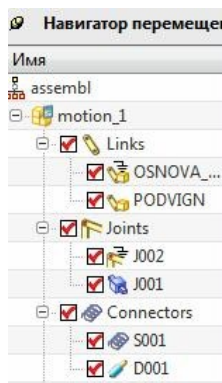

рис.15
- Если в вышеприведенном примере кроме пружины на тот же Ползун дополнительно наложить и Демпфер (рис.15), то колебания груза из-за трения закончатся гораздо быстрее.
- Представление соответствующей строки демпфера в навигаторе перемещений показано на рис.15 (D001).